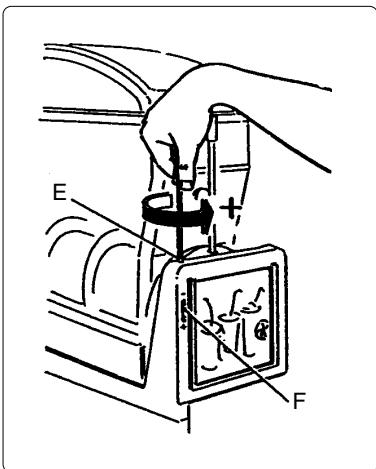

Fig. 9
- b) Réglage de la consistance du produit: pour changer la consistance du produit, vous devez agir sur la vis (E) qui se trouve à l'arrière la machine (fig. 9); si vous la tournez dans le sens des aiguilles d'une montre, vous obtiendrez un produit moins dense, si vous la tournez dans le sens inverse, vous obtiendrez un produit plus dense.